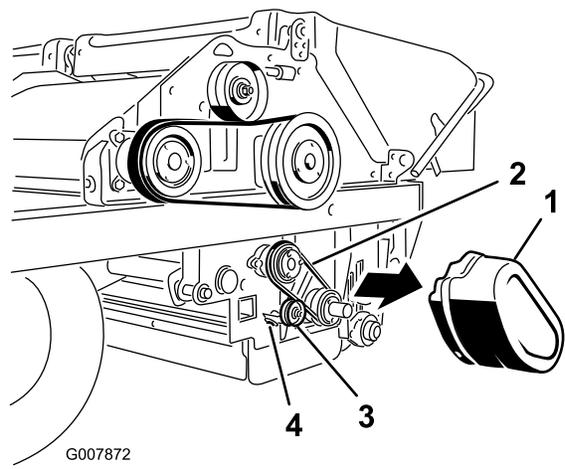

Figura 61
3. Empuje la polea tensora hacia la correa, y apriete la tuerca de la polea tensora (Figura 61).
1. Retire la cubierta de la correa (Figura 61)
2. Afloje la tuerca de la polea tensora (Figura 61).